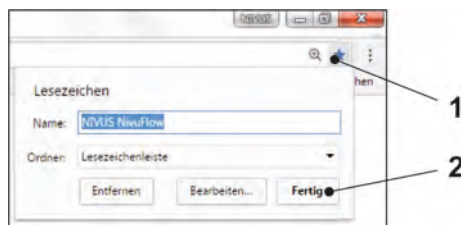

Abb. 32-25 Favorit einrichten
7. Zum Einrichten eines Favoriten im Browser (für einen direkten Zugang) den Stern für „Favoriten“ (Abb. 32-25 Pos. 1) antippen (am Beispiel Google Chrome) und mit „Fertig“ bestätigen (Abb. 32-25 Pos. 2).